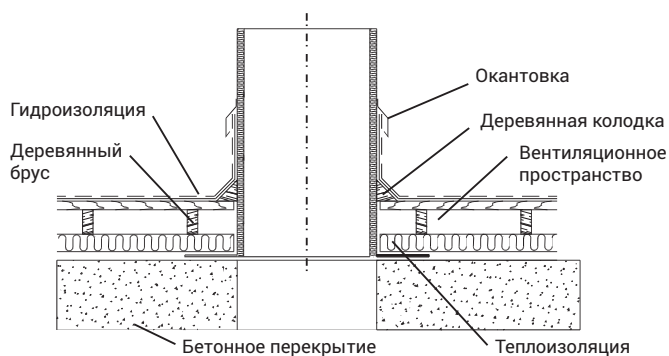
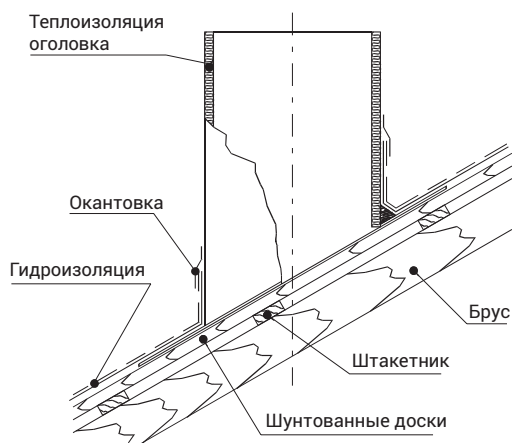

Рис. 1
Рис. 2
- Короб подготовлен для окончательной изоляции непосредственно на плоской (рис. 1) или на скатной (рис. 2) кровле.